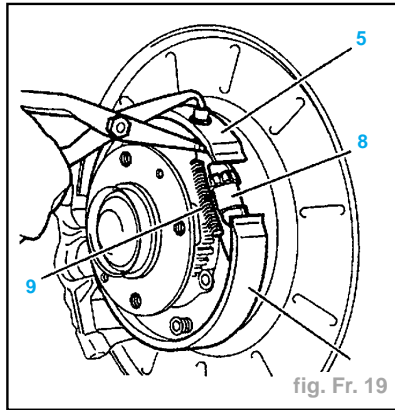

fig. Fr. 19
- Déposer (fig. Fr. 19) :
- le ressort (9) à l'aide d'une pince spéciale,
- le mécanisme de réglage (8),
- les segments de frein (5) et (6).